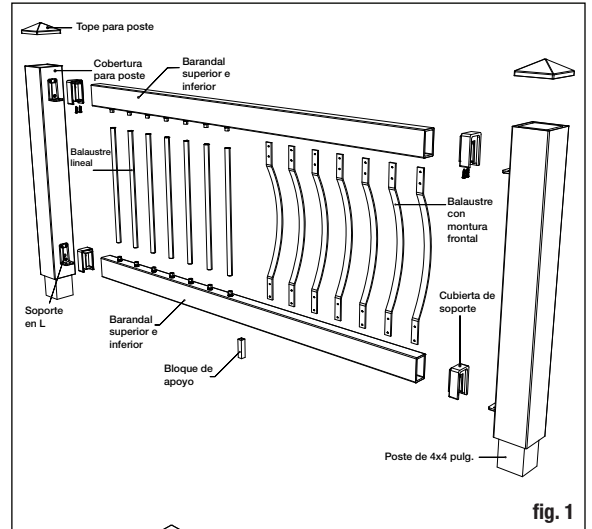
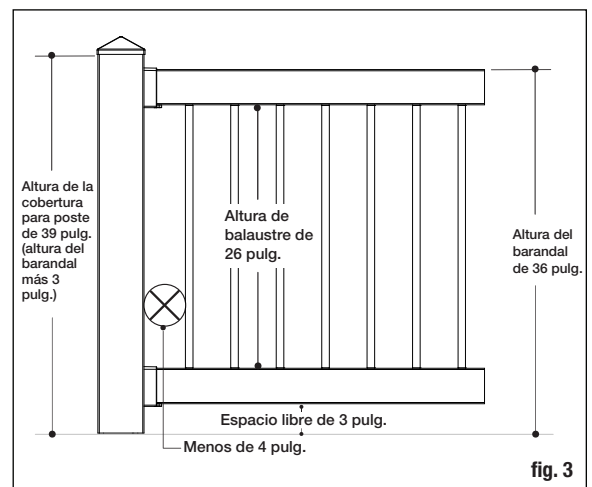
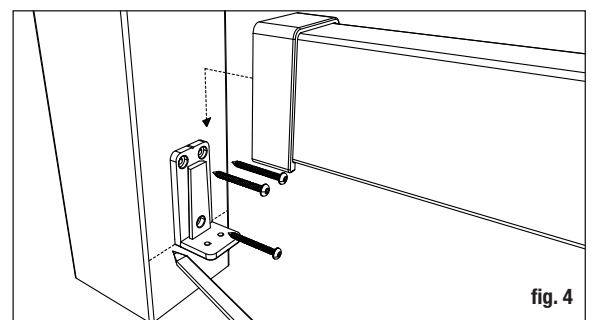

fig. 1
fig. 3
fig. 4
Paso 6 Mida la distancia entre las coberturas de poste instaladas para determinar la longitud de los barandales superior e inferior (fig. 1). La distancia entre el poste y el primer balaustre debe ser menos de 10.2 cm (4 pulg.) e igual en ambos extremos (fig. 3). Corte 1.4 cm (9/16 pulg) adicionales de ambos extremos (2.8 cm (1-1/8 pulg.) en total) para que el soporte quepa entre el barandal y el poste. Recorte los barandales superior e inferior a la longitud deseada.
Balaustres Classic y Estate Los barandales están pretaladrados con el espaciado apropiado. Fije los conectores de balaustre a los barandales superior e inferior (fig. 1). No apriete demasiado los tornillos. Aplique masilla de silicona en cada conector para evitar que los balaustres se muevan una vez finalizada la instalación. La masilla debe estar por fuera del conector redondo.
Paso 8 Posicione el barandal inferior entre los postes y centro. *Nota: Consulte los códigos de construcción para ver el espacio máximo entre la superficie de la terraza y la parte inferior del barandal (espacio libre).* Se recomienda dejar 7.6 cm (3 pulg.), pero puede ser más o menos si los códigos lo permiten (consulte la fig. 3). Marque la ubicación inferior del soporte en L en ambos postes (consulte la fig. 4). Quite el barandal. Marque la ubicación de los tornillos y pretaladre sólo la cobertura del poste, utilizando una broca de taladro de 64 mm (1/4 pulg.). Fije cada soporte en L al poste con tres tornillos de 4.4 cm (1-3/4 pulg.).
Paso 9 Se necesita un bloque de apoyo en el centro de cada barandal. Corte el bloques de apoyo a la altura apropiada. Fijelo a la cara inferior del barandal inferior (consulte la fig. 1). Encuentre el centro del barandal y pretaladre con una broca de 32 mm (1/8 pulg.). Sujete los conectores de los bloques de apoyo usando los tornillos incluidos.
Paso 10 Coloque cubiertas para soportes en cada extremo del barandal e instálelas. No es necesario atornillar entre sí el soporte en L y las cubiertas de soporte del barandal inferior (consulte la fig. 4).
Paso 12 Posicione el barandal superior entre los postes. Compruebe el nivel de punta a punta y verticalmente. Marque la ubicación del soporte en la cobertura del poste y retire el barandal (fig. 4). Marque las ubicaciones de los tornillos usando el soporte como guía y pretaladre utilizando una broca de 64 mm (1/4 pulg.) solamente a través de la cobertura del poste. Fije el soporte en L al poste con tres tornillos de 4.4 cm (1-3/4 pulg.) en un extremo. Repita en el otro extremo.